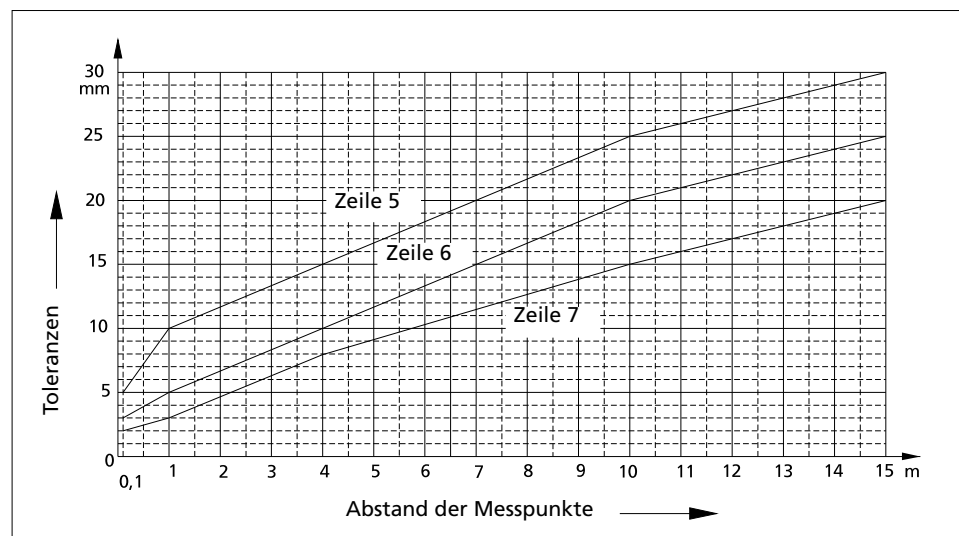

Abb. 11.2
* Zwischenwerte sind der Abb. 11.2 „Ebenheitstoleranzen“ zu entnehmen und auf ganze Millimeter zu runden. Die Richtlatte wird auf den Hochpunkten der Fläche aufgelegt und das Stichmaß an der dazwischenliegenden tiefsten Stelle ermittelt. Zugehöriger Messabstand ist hierbei die Entfernung der Auflagerpunkte der Richtlatte.